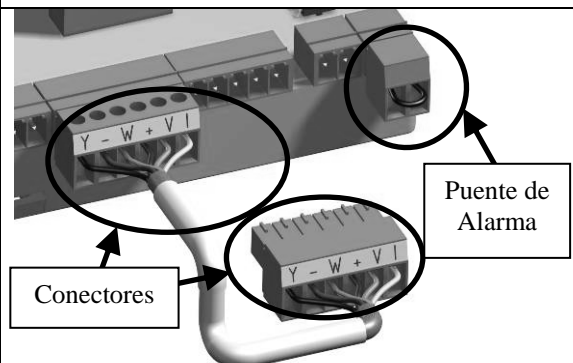

Imagen 4: Conectores de termostato maestro y puente de alarma.
- Verificar la posición del puente de alarma conectándolo en caso de que no esté (ver “Imagen 4”).